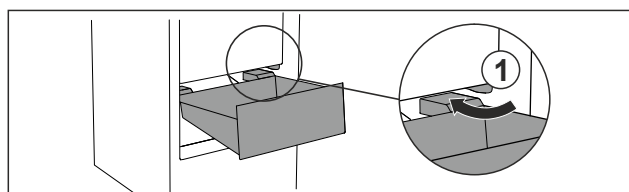

Fig. 60
- Far passare il cassetto intorno ai fermi Fig. 60 (1) inclinandolo.